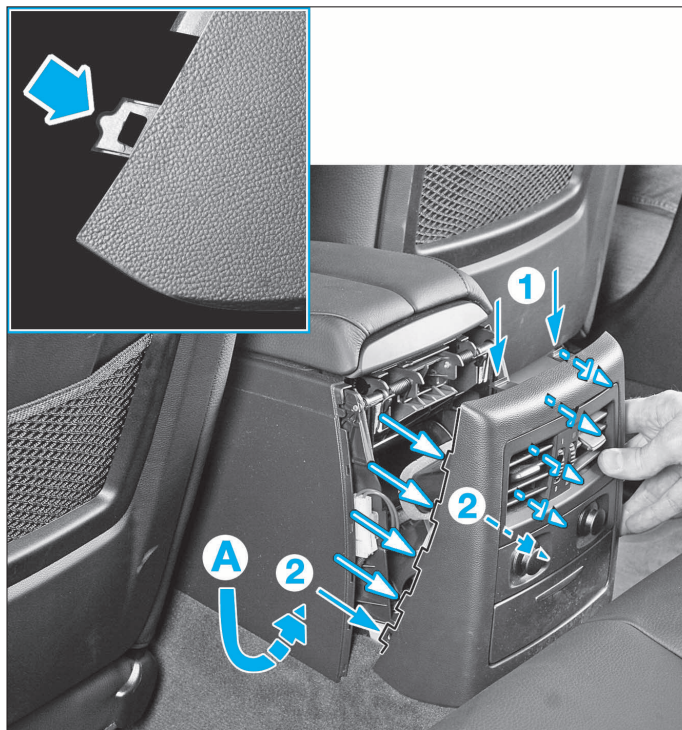

FIG. 5
- Dégrafer la façade arrière de la console, maintenue par 2 agrafes supérieures (flèches 1) 2 agrafes inférieures (flèches 2) et 8 guides (flèches blanches) au total (Fig.5).